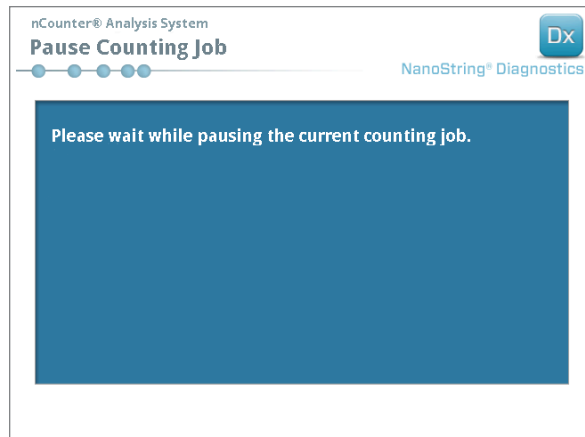

FIGURA 6.7: la pantalla "Pause Counting Job" (Pausar recuento de trabajo)
6. Para agregar un cartucho a un analizador digital que ya está realizando el recuento, toque el botón **Pause** (Pausar) en la pantalla "Counting Cartridges" (Recuento de cartuchos). El analizador digital puede tardar unos minutos en obtener un punto de parada óptimo (FIGURA 6.7). La compuerta se desbloqueará cuando lo obtenga. Coloque el nuevo cartucho en una ranura vacía o sustituya un cartucho que ya se haya escaneado. Toque el botón **Resume** (Reanudar). La compuerta debe volver a bloquearse y el recuento se reanudará.